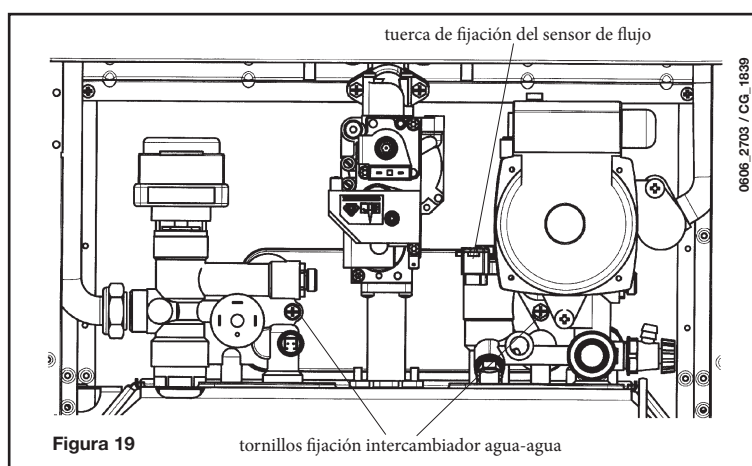

Figura 19
- quite los dos tornillos (visibles desde la parte frontal) que fijan el intercambiador agua-agua y extraiga el intercambiador (figura 19).
- Desenrosque la tuerca del grupo sensor de flujo (figura 19).